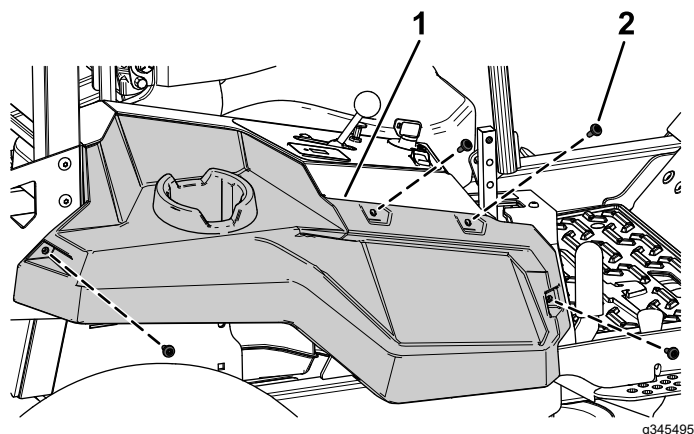

Figura 16
4. Retire os quatro parafusos com olhal que prendem o módulo do lado direito (Figura 16).
5. Remova o módulo do lado direito (Figura 16).